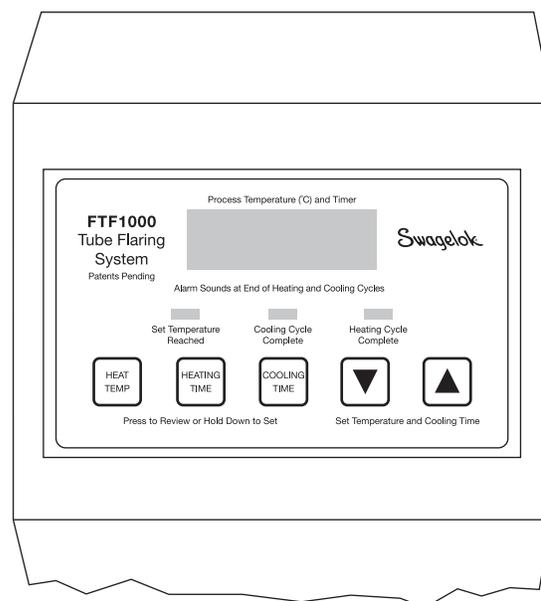

図3
6. 加熱温度 (HEAT TEMP)、加熱時間 (HEAT TIME)、冷却時間 (COOLING TIME) をセットするには、コントロール・パネルにある該当ボタンを押したまま、矢印ボタンを押して、値を設定します (図3参照)。各値の設定の際には、表1: 設定ガイドラインをご参照ください。